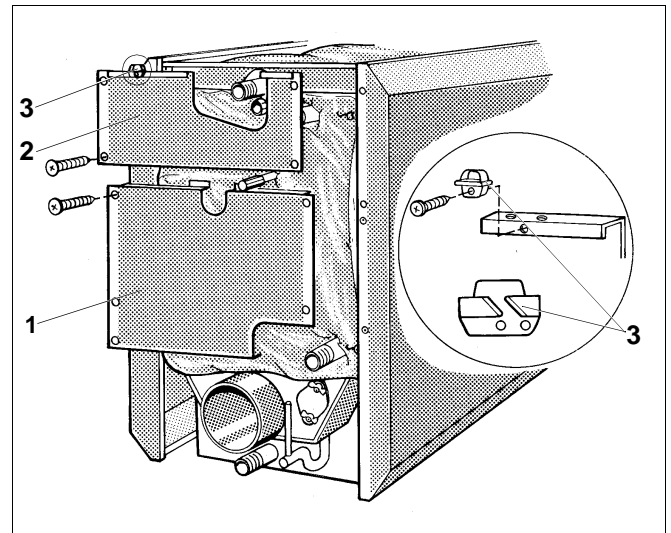

Abb. 11 Rückwände montieren
- Unteres Rückwandteil (Abb. 11, **Pos.1**) mit 3 Blechschrauben links und 2 Blechschrauben rechts an Seitenwandabkantung anschrauben (Abb. 11).
- Oberes Rückwandteil (Abb. 11, **Pos.2**) mit der Z-Abkantung hinter unteres Rückwandteil (Abb. 11, **Pos.1**) einsetzen, an die Seitenwandabkantung anlegen und mit 2 Blechschrauben rechts und links verschrauben (Abb. 11).
- Ein bzw. zwei Kabelhalter (Abb. 11, **Pos.3**) oder einen Kabelkanal am oberen Rückwandteil (Abb. 11, **Pos.2**) anschrauben.
Legende für Abb. 11